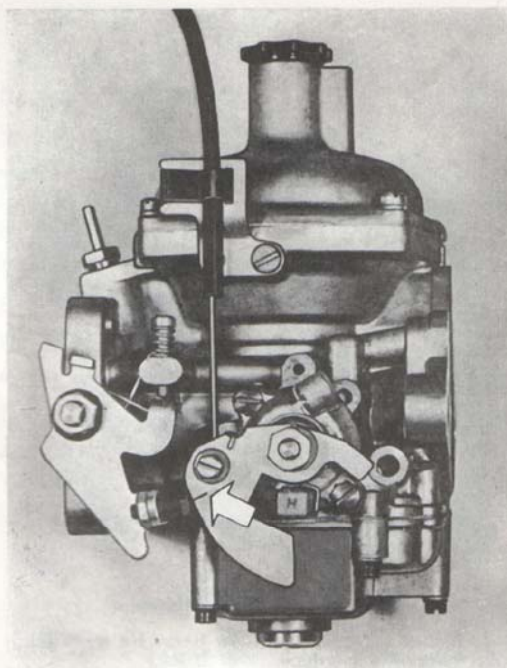

Bild 97. Snabbtomgång
- Inställning av snabbtomgång: Drag ut kallstart-reglaget 23–25 mm så att strecket på snabbtomgångsskammen kommer mitt för snabbtomgångsskruvens centrumlinje. Se bild 97. Justera därefter på snabbtomgångsskruven så att motorvarvtalet blir 1100–1300 varv/min.
6. Inställning av snabbtomgång: Drag ut kallstartreglaget 23–25 mm så att strecket på snabbtomgångskammen kommer mitt för snabbtomgångsskruvens centrumlinje. Se bild 97.
6. Inställning av snabbtomgång: Drag ut kallstartreglaget 23–25 mm så att strecket på snabbtomgångsskammen kommer mitt för snabbtomgångsskruvens centrumlinje. Se bild 97. Justera därefter på snabbtomgångsskruven så att motorvarvtalet blir 1100–1300 varv/min.
6. Inställning av snabbtomgång. Drag ut kallstartreglaget 23–25 mm så att strecket på snabbtomgångsskammen kommer mitt för snabbtomgångsskruvens centrumlinje. Se bild 97.